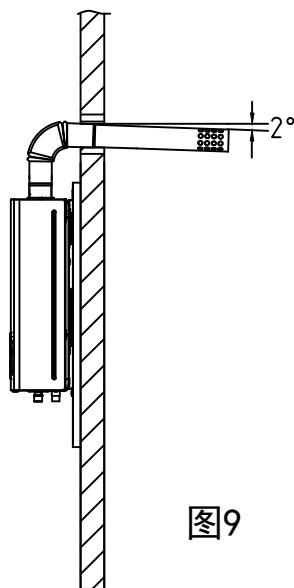

图9
■ 烟道水平段应尽可能短，且安装时应有向下倾斜 2° 的坡度，以利于冷凝水和雨水的排出。（如图9）